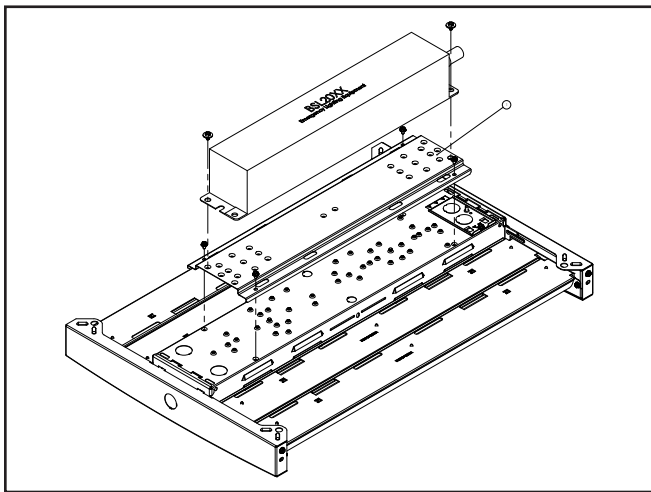

Figure 1.
2. Retirez le bloc-piles et sa plaque de montage du luminaire en retirant les quatre (4) vis montrées. (Figure 1.)